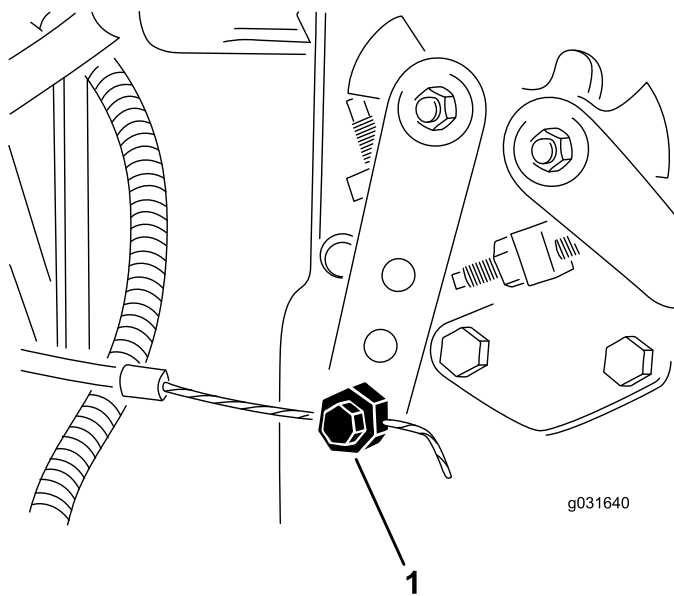

Figura 64
2. Afloje el conector del cable del acelerador en la palanca de la bomba de inyección (Figura 64).